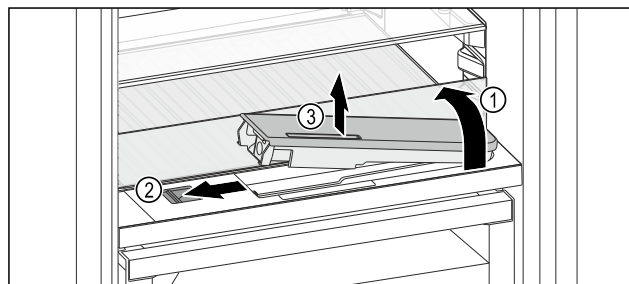

Fig. 219
- Ridicați placa de sticlă și rabatați în spate până la opritor Fig. 219 (1).
- Împingeți zăvorul Fig. 219 (2) spre stânga.
- Scoaterea rezervorului de apă Fig. 219 (3).